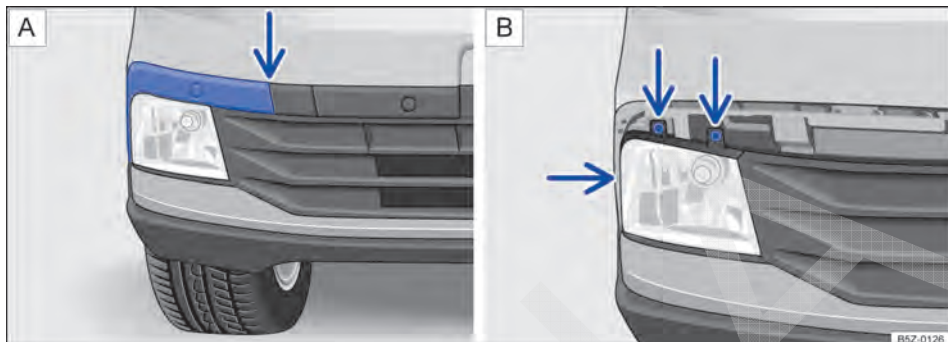
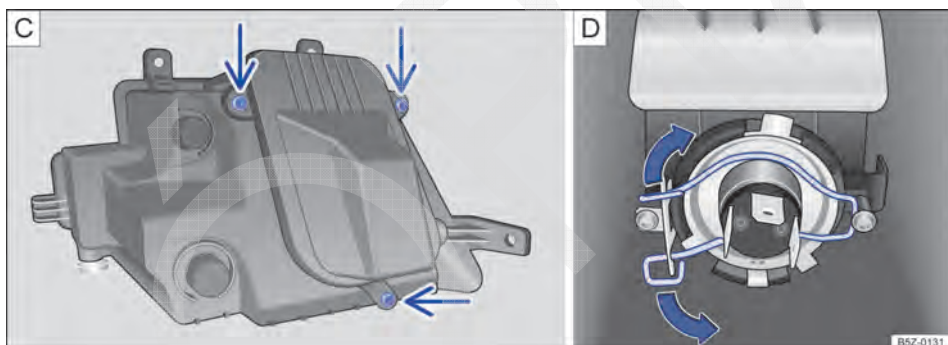

Fig. 175 No para-choque dianteiro: (A) desinstalar a moldura do farol de neblina e (B) retirar os parafusos do farol de neblina.
Fig. 176 No para-choque dianteiro: (C) retirar os parafusos da cobertura da lâmpada e (D) lâmpada do farol de neblina.
2. Desencaixar a moldura, cuidadosamente ⇒ (D), primeiramente pelo local indicado pela seta ⇒ Fig. 175 A. Remover completamente para acessar os parafusos do farol de neblina.
4. Retirar os parafusos indicados pelas setas ⇒ Fig. 175 B.
5. Puxar cuidadosamente o farol de neblina para fora, para desencaixá-lo do para-choque e ,retirar o conector de alimentação ⇒ (D).
6. Retirar os parafusos indicados pelas setas ⇒ Fig. 176 C, para acessar a lâmpada do farol de neblina.
8. Comprimir a mola de travamento no sentido da seta e deslocá-la para destravar a lâmpada ⇒ Fig. 176 D.
14. Recolocar o conector de alimentação e inserir cuidadosamente o farol de neblina no alojamento do para-choque ⇒ ①.
15. Recolocar os parafusos indicados pelas setas ⇒ Fig. 175 B para fixar o farol de neblina.
16. Recolocar a moldura da esquerda para a direita ⇒ Fig. 175 A.